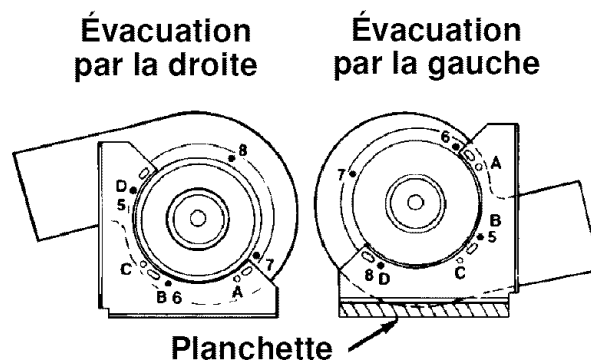

Figure 17
4. Changer les supports de montage de place sur la coque du ventilateur tel qu'indiqué à la figure 17.
a. Évacuation par la droite (figure 17).
b. Évacuation par la gauche (figure 17).
5. Fixer la coque du ventilateur au plancher en le tournant de façon à ce que la sortie d'air soit vers l'ouverture d'évacuation et l'admission d'air vers l'avant de l'armoire. Par ailleurs, dans le cas d'une évacuation vers la gauche, une planchette d'environ 1 1/2 po d'épaisseur x 9 po de long (3,8 x 22,9 cm) doit être placée sous les flasques du support de montage du ventilateur (voir la figure 17).